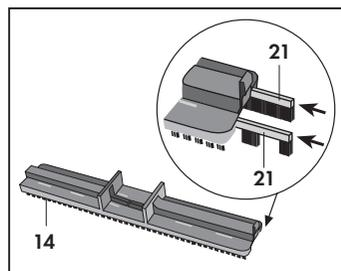

Fig. 18
**Per la pulizia su moquettes, scaricare la condensa prima di operare sul tessuto premendo l'interruttore rosso (10) posto sull'impugnatura (9).**
Per utilizzare l'apparecchio come aspirapolvere montare i listelli setolati (21) sul telaio (14), inserendoli nelle apposite guide (Fig.18)